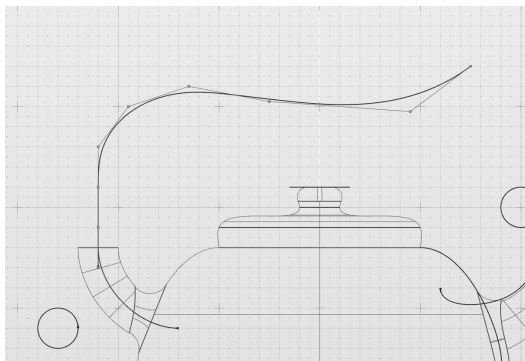

图 5-66 绘制 NURBS 曲线
1) 激活前视图，使用 NURBS 曲线工具，绘制一条与图 5-66 所示类似的曲线。